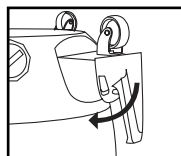

FIGURE 9
9. Exercez une pression à l'avant du support de tuyau pour le fixer en place. **FIGURE 9.**